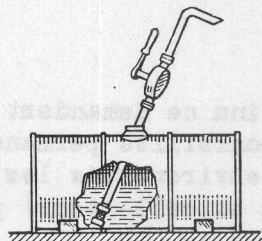
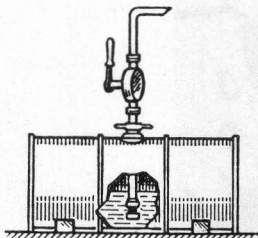

Fig.93
Fig.94
- c) Ne pas poser la pompe aspirante sur le fond du tonneau (fig.93), mais la fixer au raccord de remplissage de manière que l'extrémité du tube se trouve à au moins 10 cm du fond (fig.94).